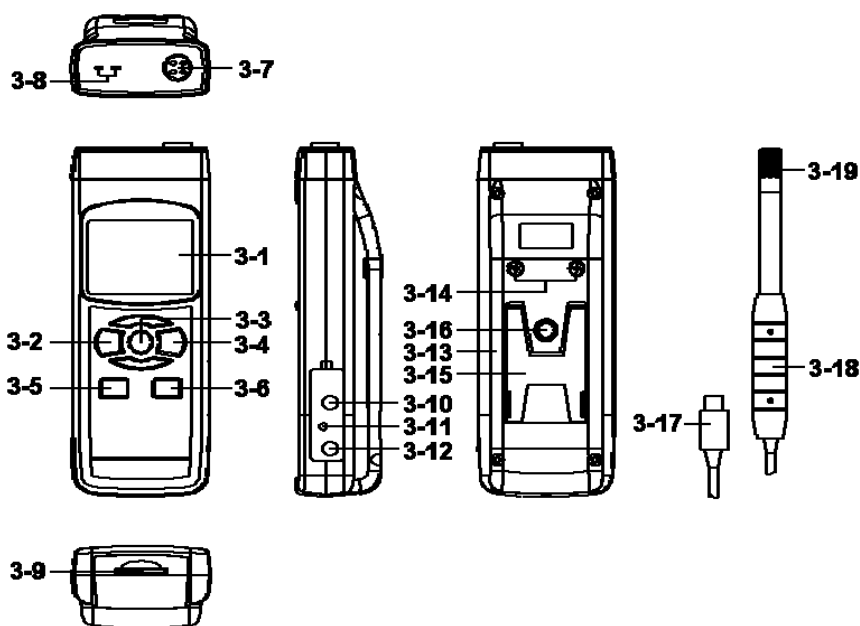

Fig.1
- 1) Encienda el medidor presionando momentáneamente el “Botón Encender” (3-2, Fig. 1).
- * Si presiona continuamente el “Botón Encender” (3-2, Fig. 1) durante 2 segundos el medidor se apagará.
Presionando continuamente el botón “Función” (3-3, Fig.1) (sin soltar el botón), la pantalla mostrará la siguiente secuencia de texto:
Hasta que en la pantalla aparezca el modo deseado (Función) no suelte el botón “Función” (3-3, Fig.1), el medidor ejecutará esta función.
- b. Conecte el “Enchufe de la sonda” (3-17, Fig. 1) en la “Toma del enchufe de la sonda” (3-7, Fig. 1).
Encienda el medidor presionando el “Botón Encender” (3-2, Fig. 1). En la pantalla LCD aparecerá la unidad “%H.r” y “°C o °F” a la misma vez que el valor de la medición (en la pantalla superior aparecerá el valor de la Humedad y en la pantalla superior el valor de la temperatura).
- b. No instale la “Sonda” (3-17, Fig.1) en el enchufe de la sonda (3-7, Fig.1)
- c. Enchufe la sonda de temperatura de termopar (sonda de temperatura opcional Tipo K o J) en el enchufe de “la toma de entrada de la sonda Tipo K/J” (3-8, Fig.1). En la pantalla aparecerá el valor de la medición tomada por la sonda de temperatura.
Durante la medición, presione el "Botón Hold" (3-3, Fig. 1) para mantener el valor de la medición y en la pantalla LCD aparecerá el símbolo " HOLD ".
- 1) La función de grabación de datos guarda las lecturas de los valores máximos y mínimos. Presione el botón "REC" (3-4, Fig.1) una vez para iniciar la función. El símbolo " REC " aparecerá en la pantalla.
- a. Presione el botón "REC" (3-4, Fig.1) el símbolo "REC MAX" junto con el valor máximo aparecerá en la pantalla. Si intenta borrar el valor máximo, presione el " Botón Hold " (3-3, Fig. 1) una vez, y en la pantalla solamente aparecerá el símbolo " REC. " mientras que la función de memoria se ejecutará continuamente.
- b. Presione el "Botón REC " (3-4, Fig. 1) de nuevo, el símbolo " REC. MIN. " junto con el valor mínimo aparecerán en la pantalla. Si intenta borrar el valor mínimo, presione el " Botón Hold " (3-3, Fig. 1) y en la pantalla solamente aparecerá el símbolo " REC. " mientras que la función de memoria se ejecutará continuamente.
Cuando conecte el medidor, la luz del fondo de la pantalla LCD se encenderá automáticamente. Durante la medición presione el "Botón Backlight" (3-2, Fig. 1) una vez para apagar la luz de fondo.
Prepare una tarjeta de memoria " SD " (de 1 GB hasta 16 GB), inserte la tarjeta SD en " la ranura de la tarjeta SD " (3-9, Fig. 1). La parte delantera de la tarjeta SD deberá estar de cara a la cubierta inferior.
Presione el botón " REC" (3-4, Fig. 1) una vez y en la pantalla LCD aparecerá el texto "REC", luego presione el "Botón Logger" (3-6, Fig. 1), y el símbolo " REC " parpadeará mientras que los datos de medición y la información horaria se guardan en el circuito de la memoria.
Durante la ejecución de la función de Datalogger, si se presiona el botón " Logger " (3-6, Fig. 1) una vez, se detendrá la función de Datalogger (dejará de guardar los datos de medición en el circuito de memoria temporalmente). A la misma vez, el texto " REC " dejará de parpadear.
Si presiona el "Botón Logger" una vez más (3-6, Fig. 1) el datalogger se ejecutará de nuevo y el texto " REC " parpadeará en la pantalla.
Mientras la función Datalogger está detenida, presione el botón " REC " (3-4, Fig. 1) continuamente al menos durante dos segundos. La indicación " REC " desaparecerá y se finalizará la función datalogger.
Presione el botón " REC " (3-4, Fig. 1) una vez, en la pantalla aparecerá el texto " REC ", después presione el botón " Logger " (3-6, Fig. 1) una vez y el símbolo REC parpadeará y el bípé sonará una vez a la misma vez que los datos de medición con la información horaria se guardan en el circuito de memoria. La pantalla inferior mostrará la Posición (Localización) y también se guardará en la tarjeta SD.
Durante la ejecución del datalogger manual, presione el botón " ▲ " (3-5, Fig. 1) y el número inferior (nº de posición) parpadeará. Se puede usar el botón " ▲ " (3-6, Fig. 1) o " ▼ " (3-5, Fig. 1) para ajustar la posición de la medición (de 1 hasta 99, por ejemplo de la habitación 1 hasta habitación 99) para identificar la localización de la medición, la pantalla inferior mostrará P x (x = de 1 a 99). Tras seleccionar el número de posición presione el botón "Enter" (3-4, Fig. 1) para confirmar.
Presione el botón " REC " (3-4, Fig. 1) continuamente durante al menos 2 segundos, la indicación " REC " desaparecerá y se finalizará la función datalogger.